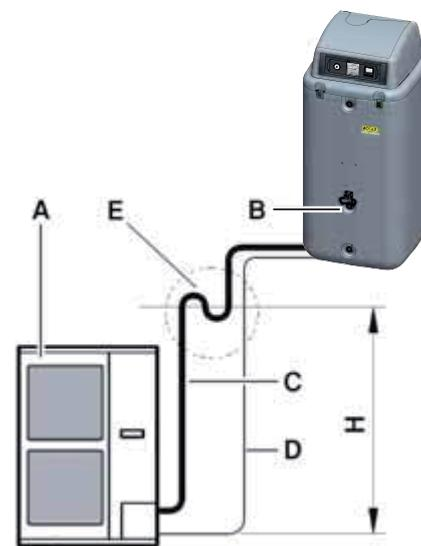

Figura 2-34 Sifone tubo del refrigerante
- Ogni 10 m di differenza di altezza va installato un sifone (figura 2-34, H = distanza da una curva all'altra).